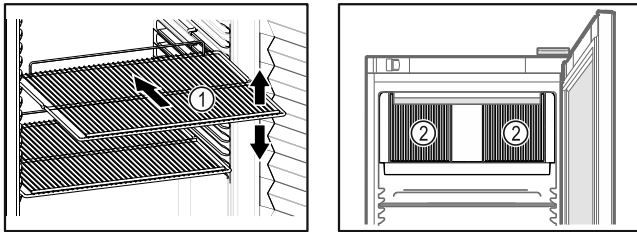

Fig. 74 Ενδεικτική απεικόνιση Fig. 75
- ❑ Εάν οι σχάρες Fig. 74 (1) είναι ρυθμιζόμενες, προσαρμόστε τα ανάλογα με το ύψος.